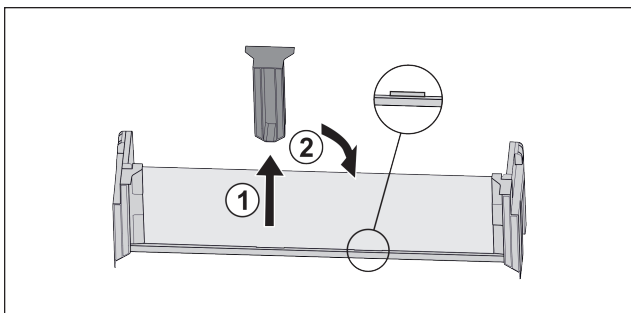

Fig. 22
- ▶ Middelste vasthoudddeel lostrekken Fig. 22 (1).
- ▶ Middelste vasthoudddeel in tweede positie inzetten Fig. 22 (2).